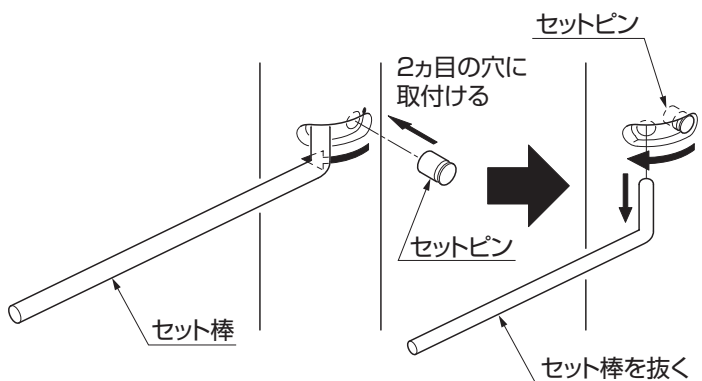

図5-9
- ①門扉を閉じて、「5-3」の要領で初期値を探してください。
- ②0ヶ目のセット穴が見つかったら、さらに巻き込み装置を少し回し、2ヶ目のセット穴にセットピンを取付けてください。(図5-9参照)(取付後、セット棒は抜いてください。)
- ③門扉を90°程度、2~3回開閉し、「カチッ」と音が鳴ることを確認してください。(オートクローザーが正常に戻ります。この時点で初期値はリセットされます。)
- ④門扉を閉じて「5-3」の手順で再び、初期値を探してください。
- ⑤初期値が見つかったら、引き続き「5-1・5-2」の要領で調整してください。